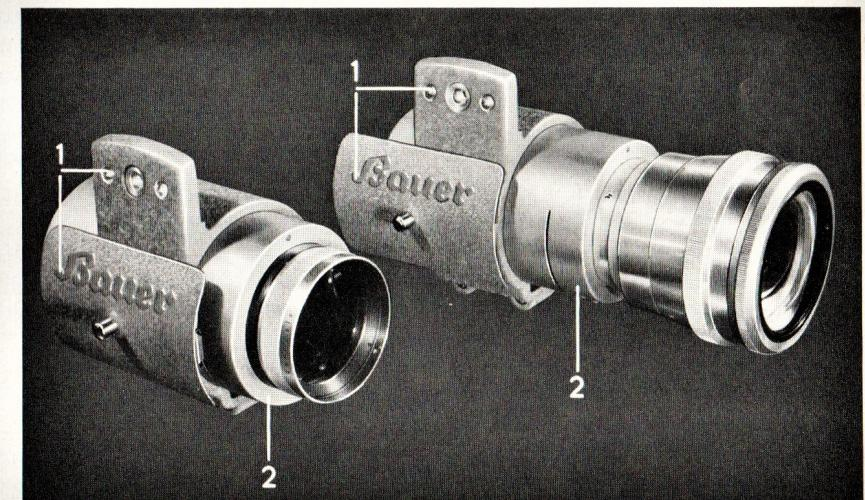

Abb. 26 1 Klemmfassungen und 2 Objektivfassungen der B 8 B als Auswechselteile
- den Klemmfassungen mit Lichtschutzblech (Abb. 26, Pos. 1) und
- den Objektivfassungen mit Zwischentuben (Abb. 26, Pos. 2).
Die für Normalfilm, Breitbild oder Cinemascope notwendigen Objektive und optischen Gruppen werden in die zylindrischen Objektivfassungen (Abb. 26, Pos. 2) eingebaut. Für alle Filmverfahren, die ohne Entzerrungsvorsatz arbeiten, hat die Objektivfassung einen Innendurchmesser von 80 mm. Ist der Außendurchmesser des Objektivs 62,5 mm, dann muß ein Zwischentubus 62,5 / 80 mm verwendet werden.